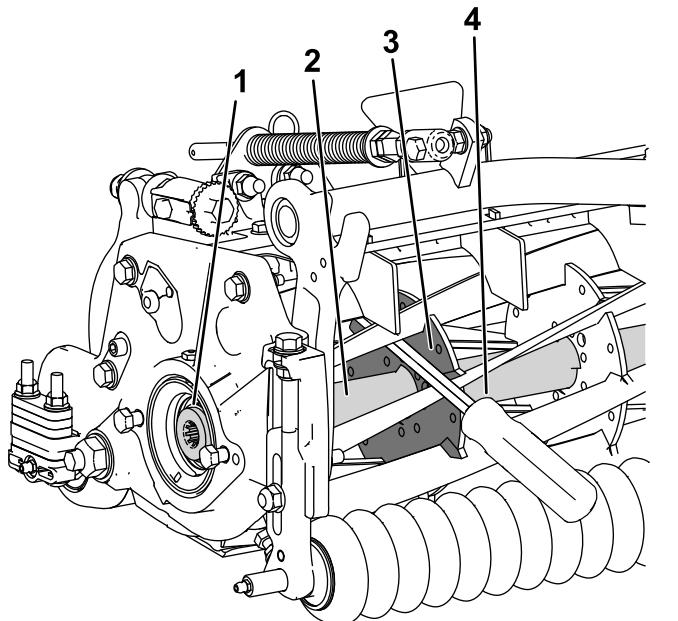

图27
1. 将一根长柄撬棍建议尺寸为 0.95cm x 30.48cm 带螺丝刀柄插入滚刀组前面最靠近需要扭转的滚刀组一侧 图27。
2. 将撬棍靠着内部滚刀组加强板的焊接侧放置 图27。